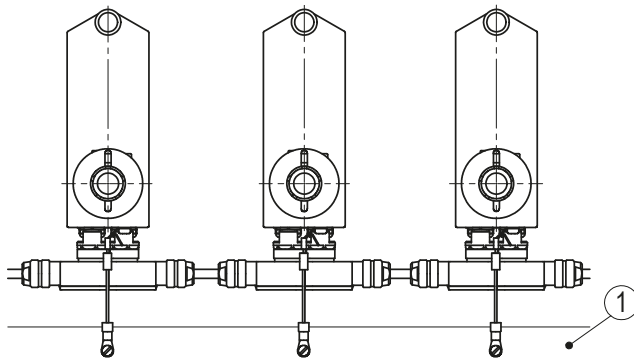

Abb. 9: PE-Schiene
Zum Schutz vor Störungen müssen die Schirme der Signalleitungen und Netzleitung beidseitig angeschlossen werden. Potentialunterschiede führen zu unzulässigen Strömen auf dem Schirm. Den PE Anschluss ① zwischen den Anschlusssteckern auf das Schutzleiterpotential legen (siehe Abb. 5). Verwenden Sie dazu 6.3 mm Flachstecker mit kurzer Litze 2.5 ... 4 mm² (nicht im Lieferumfang). Bei mehreren Stellantrieben wird empfohlen die Erdung auf eine PE-Schiene ① anzuschließen (siehe Abb. 9).